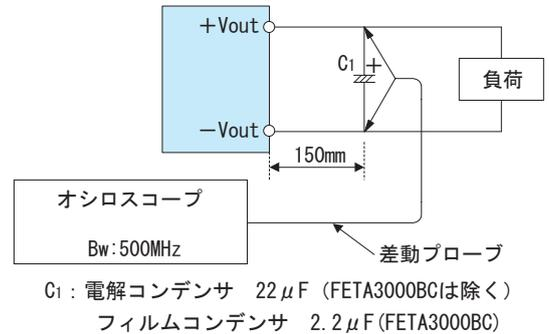

図 1.1 出力リップル・リップルノイズ測定方法
- 測定環境によって出力リップルノイズに影響を及ぼす場合がありますので、図 1.1 に示す測定方法を推奨します。